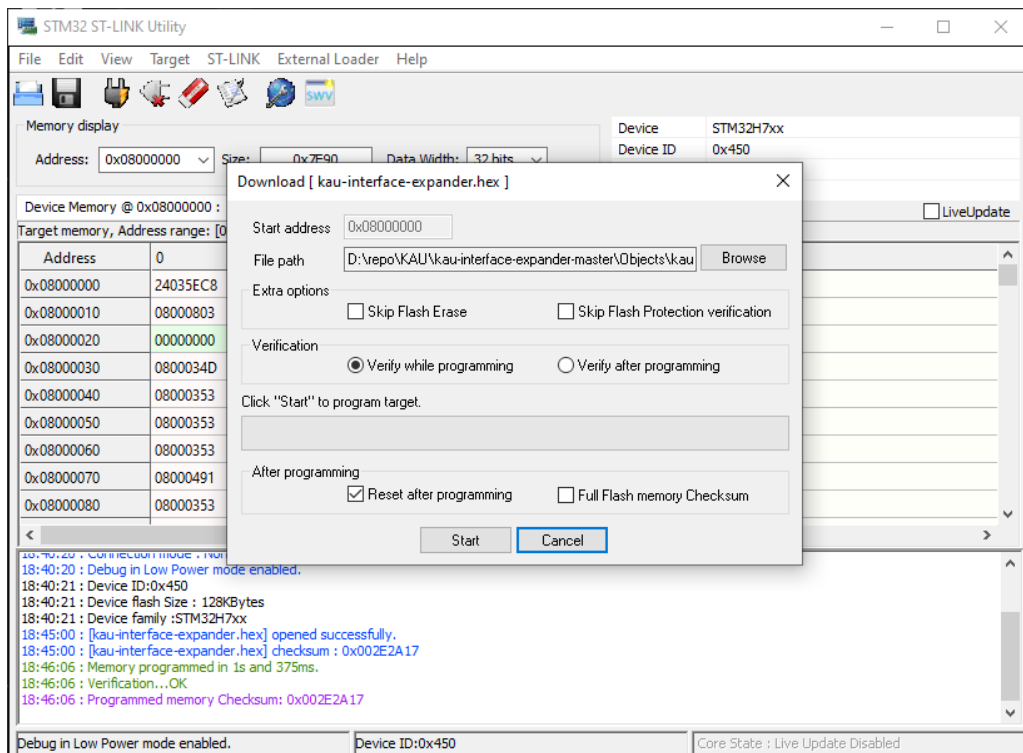
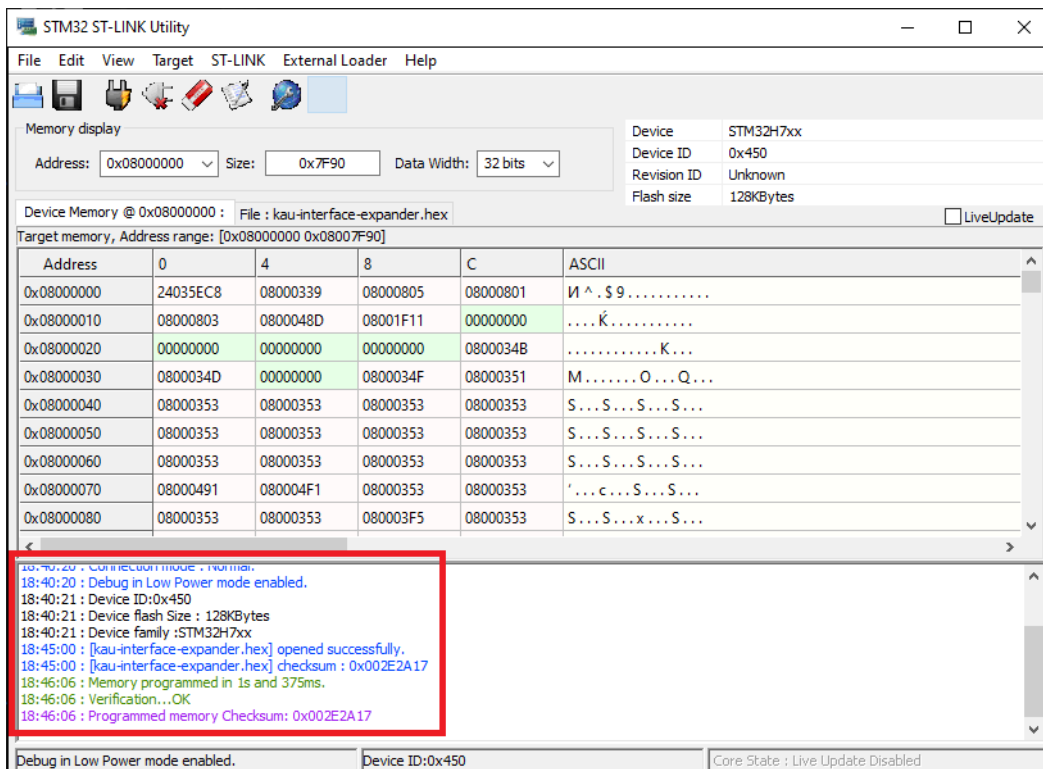

Рисунок 4 – выбор файла прошивки.
Рисунок 5 – успешная прошивка МК.
3. Выбрать файл прошивки. Необходимо выбрать Target -> Program & Verify (рис. 4) и по нажатию кнопки Browse выбрать файл прошивки в формате morp-r2_v_1.0.hex. Произвести настройки параметров в соответствии с рисунком 4. Далее нажать кнопку Start и дождаться окончания процесс загрузки ПО в МК (рис. 5).